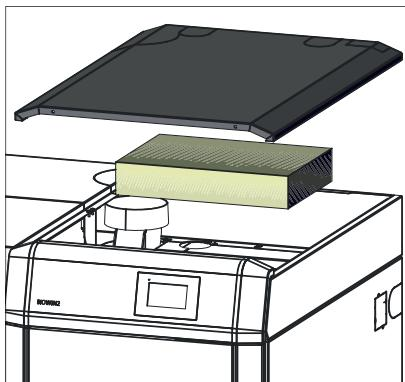

Fig.46 Togliere il coperchio del rivestimento, rimuovere l'isolamento
- ▶ Togliere il coperchio del rivestimento e rimuovere l'isolamento sopra il coperchio delle superfici riscaldanti – Fig. 46.